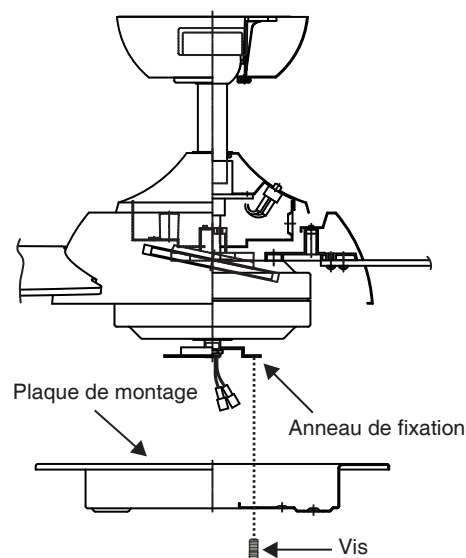

Fig. 12
2. Placez les trous de clé de la plaque de montage sur les 2 vis précédemment desserrées sur l'anneau de fixation, puis tournez la plaque de montage jusqu'à ce que le verrouillage s'enclenche au niveau de la section étroite des trous de clé. Fixez en serrant les 2 vis précédemment desserrées et celle précédemment ôtée. (Fig. 12)